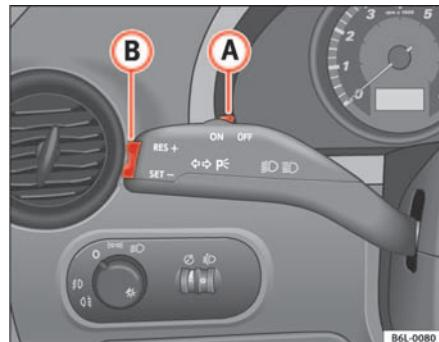

Fig. 98 Palanca de intermitentes y de luz de carretera: interruptor y tecla basculante para el regulador de velocidad
- Mueva el mando ⇒ fig. 98 B hacia la izquierda hasta la posición ON.